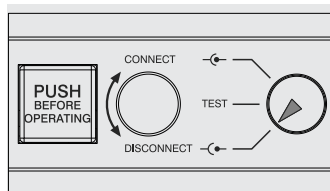

Рис. 46
- автоматический выключатель находится в выкатенном положении (см. Рис. 46)